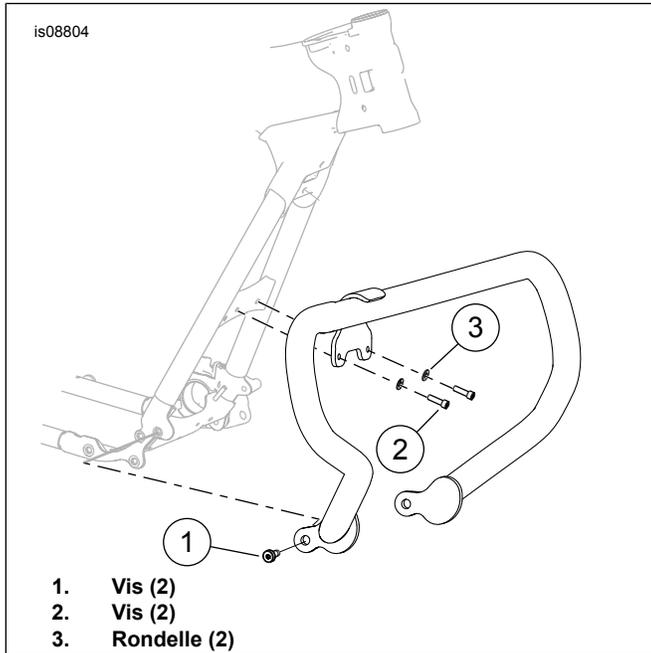

Figure 2. Installer la protection de moteur
1. Voir Figure 2 . Tout en maintenant en place la protection de moteur, attacher sans serrer le haut de la protection avec les vis à tête creuse (2) et les rondelles plates (3) neuves fournies dans le kit.